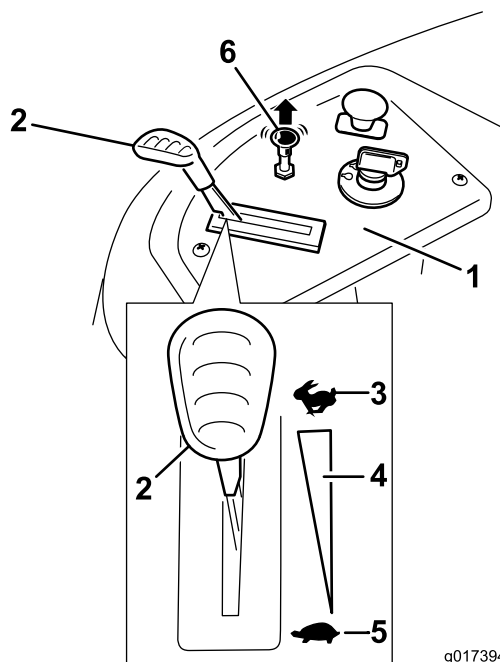

Figure 14
- Tirez la commande de starter pour démarrer un moteur à froid (Figure 14).
2. Placez la commande d'accélérateur à la position haut régime (Figure 14).